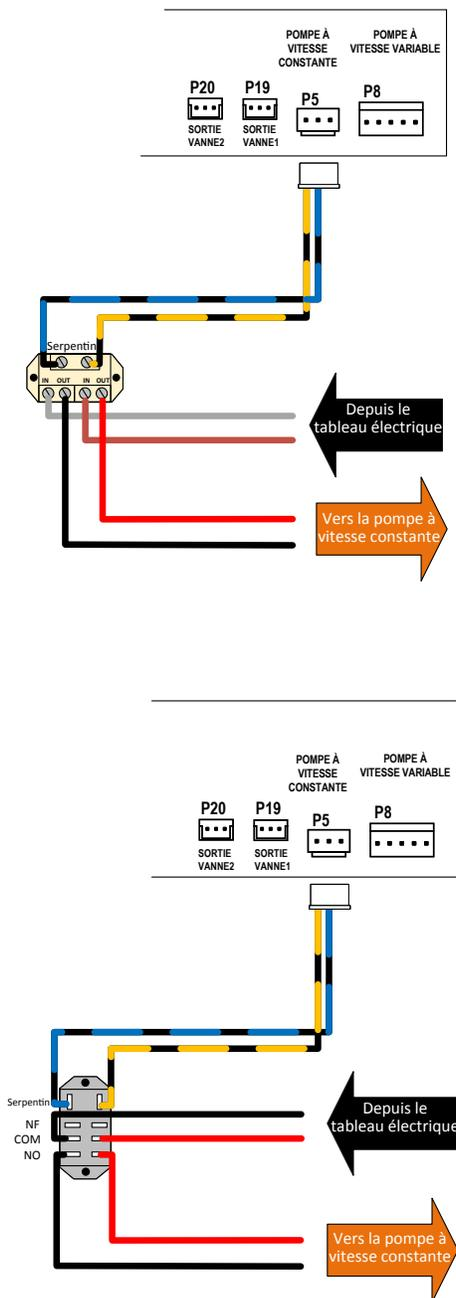

Figure 137. Câblage du relais 24 VCA
- Utiliser l'adaptateur de faisceau fourni dans la pochette d'accessoires et qui porte la mention « pompe à une vitesse » pour connecter le relais fourni par le client à la borne de la carte de contrôle repérée par « PUMP » [P5]. Connectez l'autre extrémité du faisceau aux bornes de la bobine de relais, comme indiqué sur la Figure 137.
- Connectez les fils provenant de la pompe et du boîtier de distribution électrique aux bornes de contact du relais, comme indiqué sur la Figure 137.